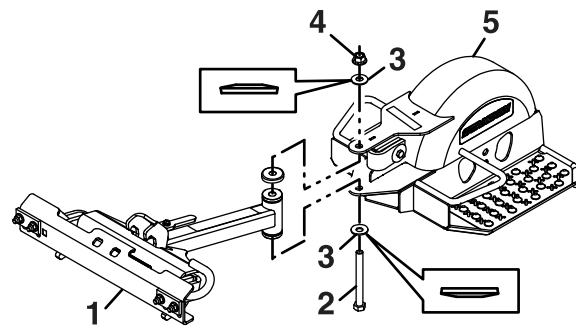

Figura 4
2. Alinee el bastidor del patín con el conjunto de la barra de tracción. Vuelva a instalar el tornillo de cabeza hexagonal de $\frac{1}{2}$ -13 x 5", las arandelas elásticas y la tuerca nyloc con arandela prensada de $\frac{1}{2}$ " retirados en el paso 1, según se muestra en Figura 4. Apriete la tuerca a 122 N·m (90 pies-libra).